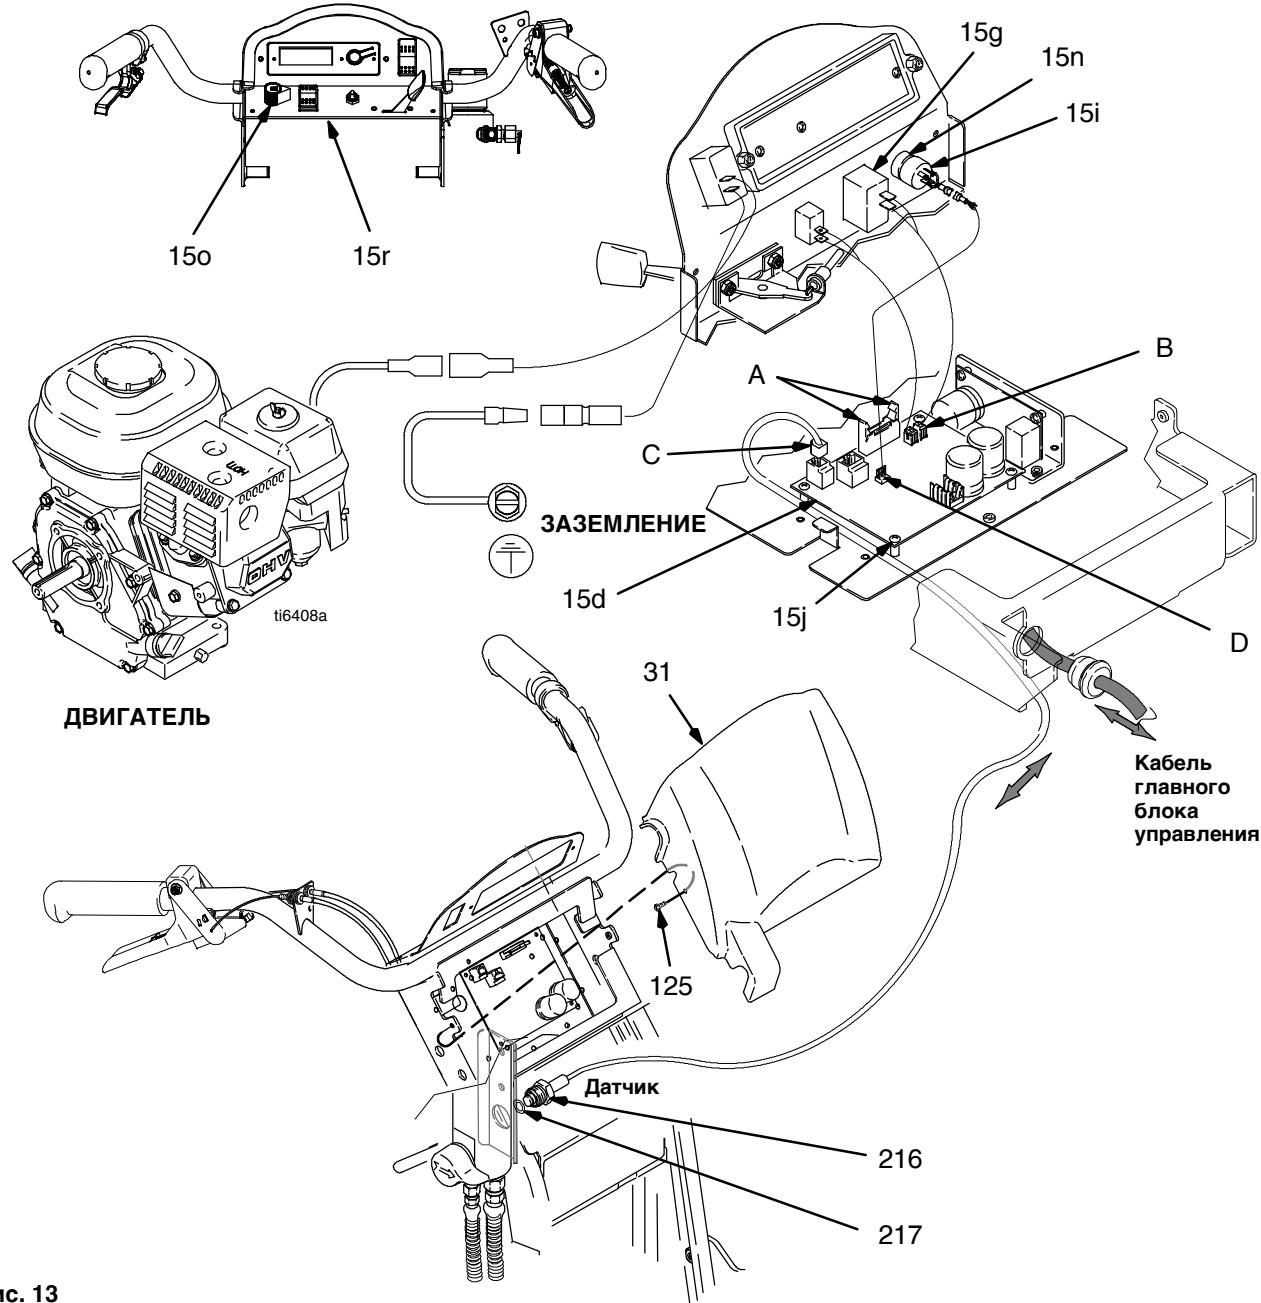

Рис. 13
- См. Рис. 13. Отверните два винта (125) и крышку (31).
- Разведите защелки разъема дисплея (A) на плате ПК и отсоедините разъем дисплея.
- Отсоедините разъем выключателя (B) от платы ПК.
- См. Рис. 13. Отверните два винта (125) и снимите крышку (31). Разведите защелки разъема дисплея на плате ПК и отсоедините разъем дисплея.
- См. Рис. 13 и 21. Зарисуйте на бумаге расположение кабельных соединений, подходящих к пульту управления. Отсоедините кабели от пульта управления (15d).
- См. Рис. 13. Выкрутите четыре винта (15j) из пульта управления (15d).
- См. Рис. 13. Установите пульт управления (15d) с помощью четырех винтов (15j).
- См. Рис. 13 и 21. Смотрите зарисовку по расположению кабельных соединений, подходящих к пульту управления. Подсоедините кабели к пульту управления (15d).
- См. Рис. 13. Подсоедините разъем дисплея к плате ПК, закройте защелки разъема дисплея на плате ПК. Установите крышку с дисплеем (31) и закрепите ее двумя винтами (125).
- Рис. 13. Выкрутите два винта (125) и снимите крышку (31).
- Отсоедините кабель датчика (C) от пульта управления (15d).
- Извлеките датчик регулятора давления (216) и уплотнительное кольцо (217) из корпуса фильтра (40).
- См. Рис. 13. Установите уплотнительное кольцо (217) и датчик регулятора давления (216) в корпус фильтра (40). Затяните с усилием в 47–61 Н·м.
- Подсоедините кабель датчика (C) к пульту управления (15d).
- Установите крышку (31) при помощи двух винтов (125).
- Отсоедините провод (D) от пульта управления (15d).
- См. Рис. 13. Установите потенциометр регулятора давления (15i), гайку вала, стопорную шайбу и ручку потенциометра (15o).
- Подсоедините кабель (D) к пульту управления (15d).